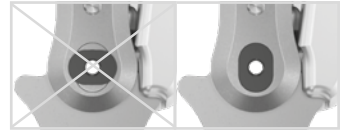

fig. 14
- 4 Insérez le boulon à goupille fendue dans le logement prévu à cet effet dans la partie supérieure de l'articulation. Le boulon à goupille fendue doit être entièrement enfoncé dans le logement (fig. 14).